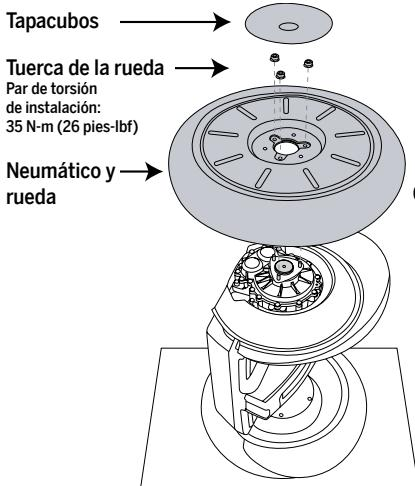
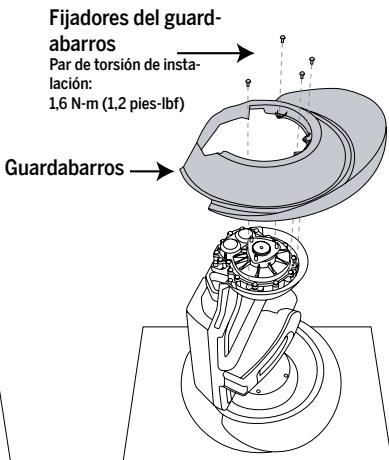

Figura 1. Cómo desmontar o instalar el conjunto de neumático y rueda
Figura 2. Cómo desmontar o instalar el guardabarros
2. Elija una superficie limpia y plana e incline el Segway PT hacia un costado de manera que el guardabarros que va a desmontar quede arriba, y la otra rueda quede apoyada en el suelo. **Consulte la figura 1.**
4. Sujete la rueda para que no gire y quite sus (3) tuercas con una llave de cubo de 13 mm de profundidad. Necesitará las (3) tuercas para reinstalar la rueda.
6. Para desmontar el guardabarros, quite los (4) fijadores que sujetan el guardabarros a la caja de cambios con una llave de punta T20 de seis lóbulos. Retire el guardabarros. **Consulte la figura 2.**
7. Para instalar un nuevo guardabarros, coloque el nuevo guardabarros de modo que quede alineado con los orificios de la caja de cambios. **Consulte la figura 2.**
8. Introduzca los (4) fijadores de 11 mm de largo (que se incluyen en el kit) a través del guardabarros y en la caja de cambios. Con una llave de punta T20 de seis lóbulos, apriete el fijador aplicando 1,6 N·m (1,2 pies-lbf).
9. Para volver a instalar la rueda, coloque el conjunto de neumático y rueda sobre los tres pivotes roscados. **Consulte la figura 1.**
10. Sujete la rueda para que no gire e instale sus (3) tuercas. Con una llave hexagonal de 13 mm, apriete las tuercas aplicando 35 N·m (26 pies-lbf).